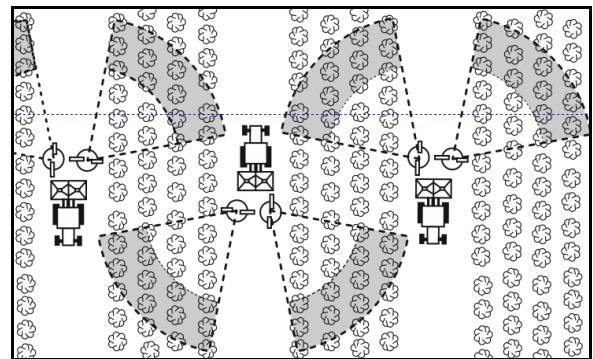

Fig. 20
5. Legg kraftoverføringsakselen i den tilhørende holderen (Fig. 20).